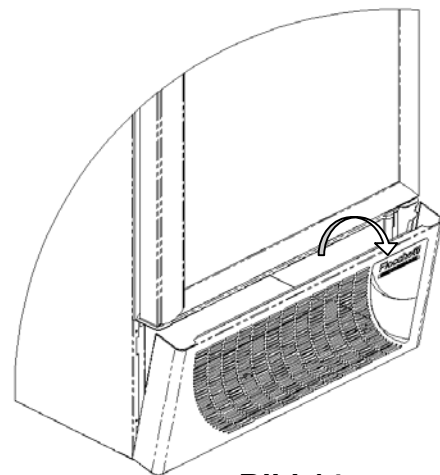
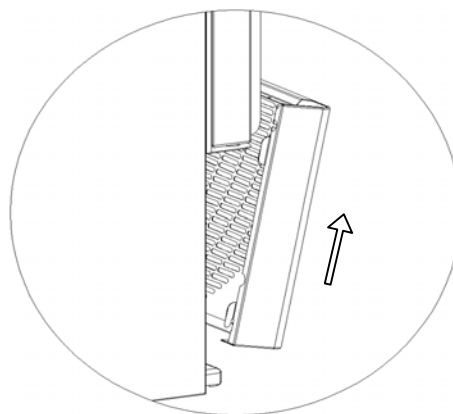

Bild 14
Bild 15
**Phase 2** Die Tür wieder zumachen. Die Kühlerverkleidung ist im unteren Teil mit 2 Kupplungen fixiert, es ist also notwendig, sie zum Äußeren des Kühlschranks (Bild 14) zu neigen und nach oben (s. Bild 15) herauszuziehen.